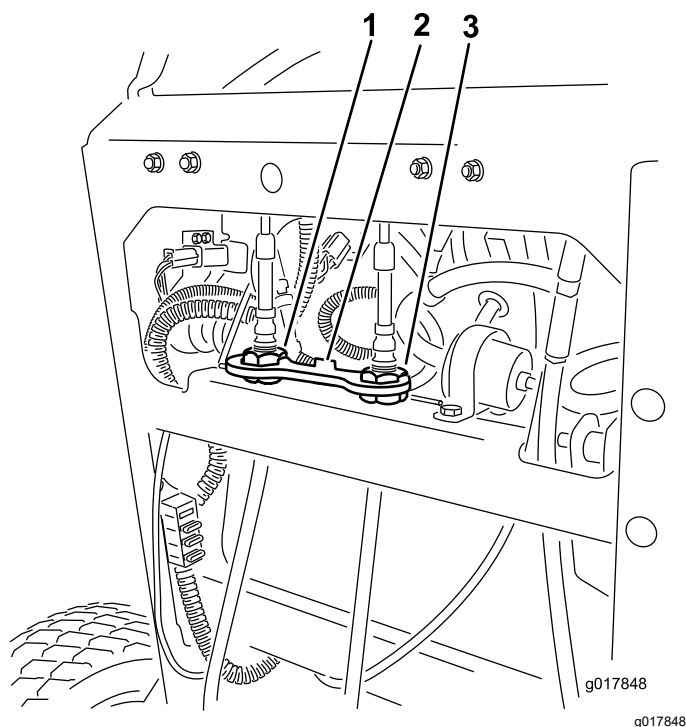

Figura 55
4. Ruotate il dispositivo di regolazione del cavo destro in modo da posizionare la leva di controllo del movimento destra al centro della fessura di blocco in folle del pannello di controllo (Figura 55).